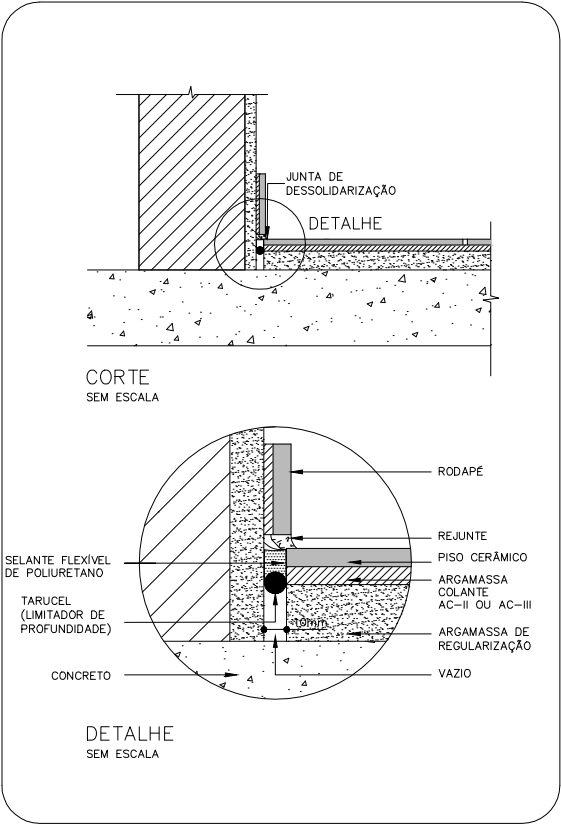

Figura 1:
- » as juntas de dessolidarização deverão ser previstas por ocasião da execução da argamassa de regularização, utilizando chapas de EPS ou sarrafos de 10mm. [Ver figura 1].